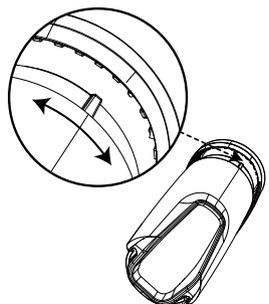

Figura 7:
6. Inserire nella staffa la parte superiore del rivelatore. Quando si inserisce il rivelatore, scegliere un alloggiamento nella staffa in modo da posizionare il rivelatore affinché copra l'area che necessita di protezione. Vedere la Figura 7 e la Figura 8.